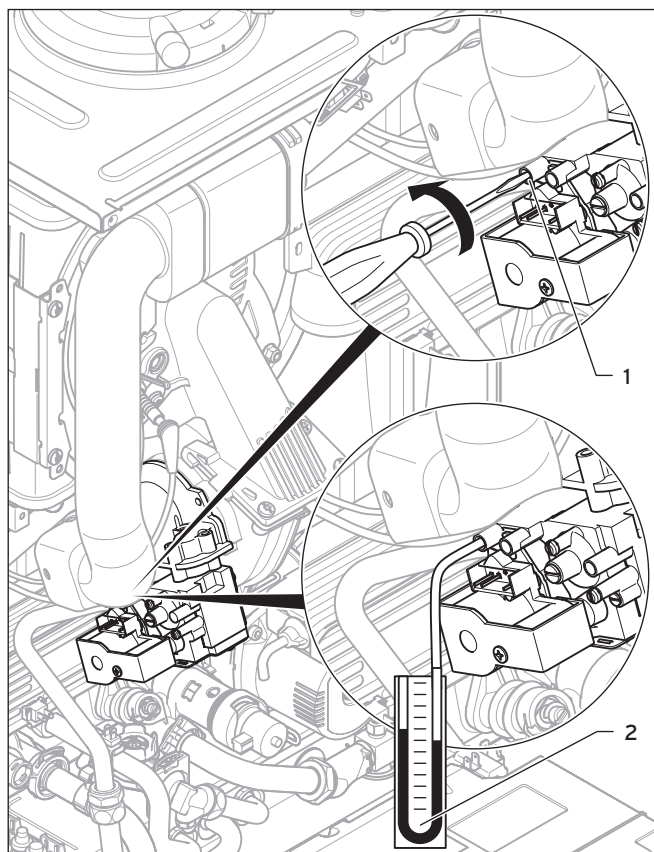

Bild 2.1 Kontrollera gasanslutningstrycket
- Lossa tätningsskruven på mät nipple (1) (vänster skruv) på gasarmaturen med hjälp av en skruvdragare.
- Anslut en manometer (2, Abb. 2.1) till mät nipple (1).